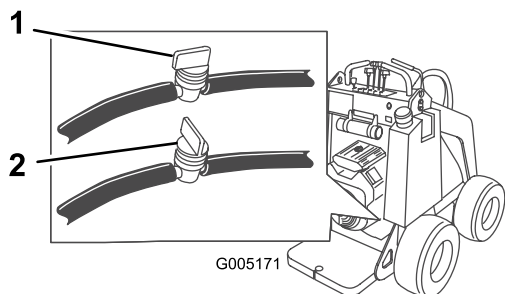

Рисунок 29
2. Закройте топливный клапан на днище топливного бака (Рисунок 29).
3. Закройте топливные клапаны в шлангах около днищ топливных баков (Рисунок 29).
8. Откройте топливные клапаны в шлангах около днищ топливных баков, как показано на Рисунок 29.